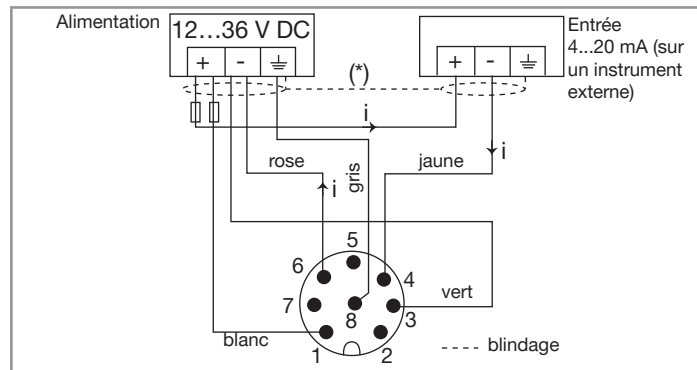
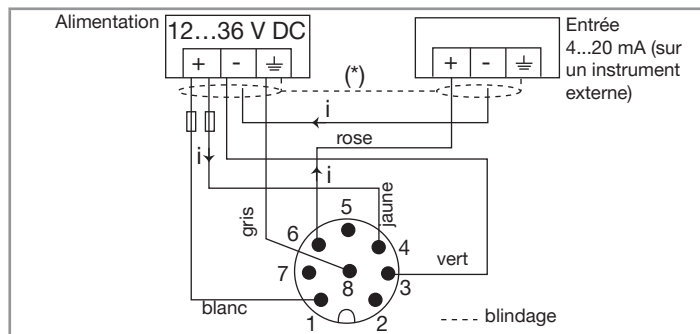

Fig. 26 : Câblage de la sortie de courant, en mode sinking, d'une version avec un connecteur fixe M12 à 8 broches
Fig. 27 : Câblage de la sortie courant, en mode source, d'une version avec un connecteur fixe M12 à 8 broches
La sortie de courant peut être connectée en mode source ou mode sinking. Voir Fig. 26 et Fig. 27 pour les schémas de câblage correspondants.
(1) Utiliser un limiteur de tension en fonction de la charge choisie, par exemple, pour l'électrovanne, un connecteur fixe EN 175301-803 avec varistance intégrée.
(2) Si la sortie de courant est nécessaire, câbler le connecteur M12 à 8 broches conformément à Fig. 26 si la sortie de courant est câblée en mode sinking, ou conformément à Fig. 27 si la sortie de courant est câblée en mode source.